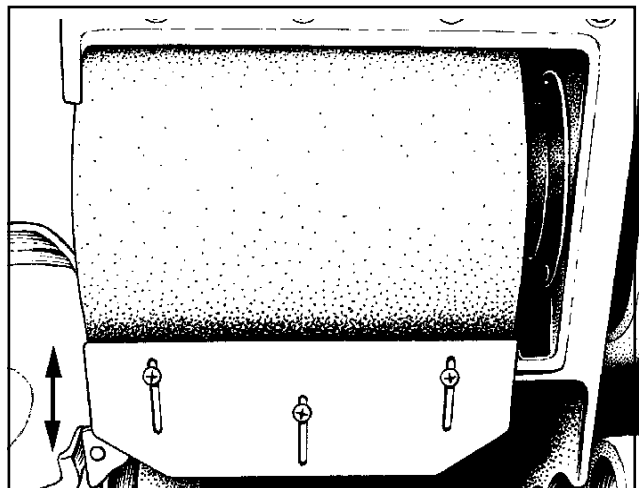

Figure 15
2. Desserrez les trois (3) vis qui rattachent le patin à poussière au châssis.
5. Alignez le patin à poussière au châssis puis serrez les vis. (voir figure 15).